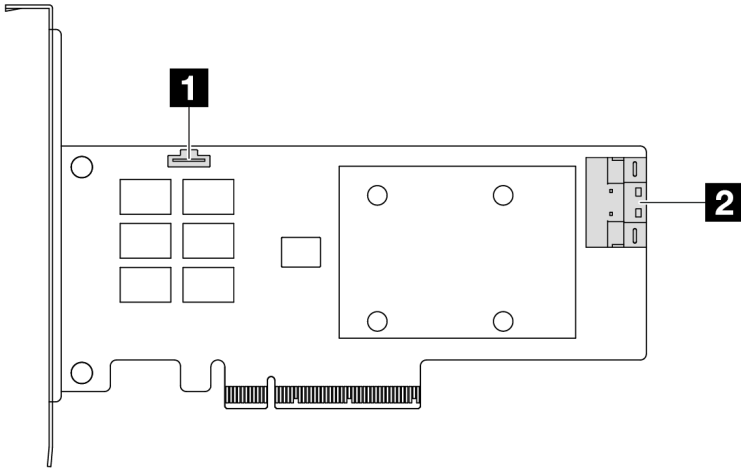

Abbildung 298. Ein Gen 4 8i SFF RAID/HBA-Adapter (ein Anschluss)
- Abbildung 298 „Ein Gen 4 8i SFF RAID-Adapter \(ein Anschluss\)“ auf Seite 307